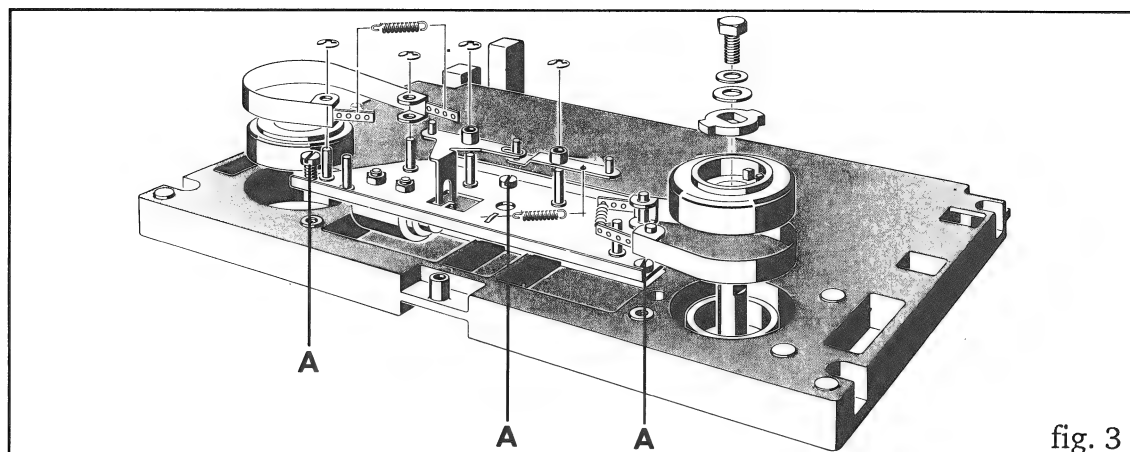

fig. 3
- Contrôler que les deux systèmes de freinage sont desserrés simultanément par les boulons de levage. Si ce n'est pas le cas, on peut desserrer le châssis de freinage (trois vis A, fig. 3) et le décaler jusqu'à ce que les bandes soient soulevées simultanément. Si nécessaire, un levier de réglage de frein peut être légèrement courbé. Pour le réglage de l'électro-aimant de freinage, celui-ci doit être excité.